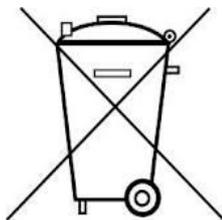
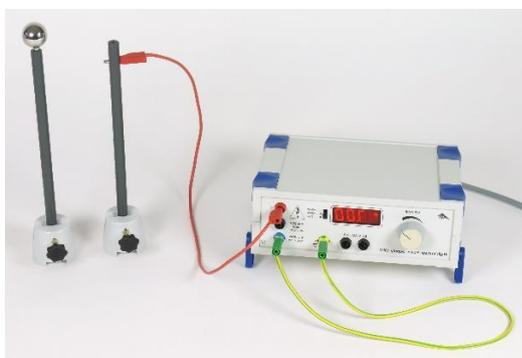

Fig. 2 Remplacement de fusible
Fig. 3 Montage pour charger la bille
- Enlever le support à fusibles au dos du boîtier d'alimentation à l'aide d'un tournevis plat (voir Fig. 2).
Le montage de cette expérience est constitué de 2 éléments. La Fig. 2 présente le montage permettant de charger la bille et la Fig. 3 la circuiterie de l'électromètre permettant de mesurer la charge.